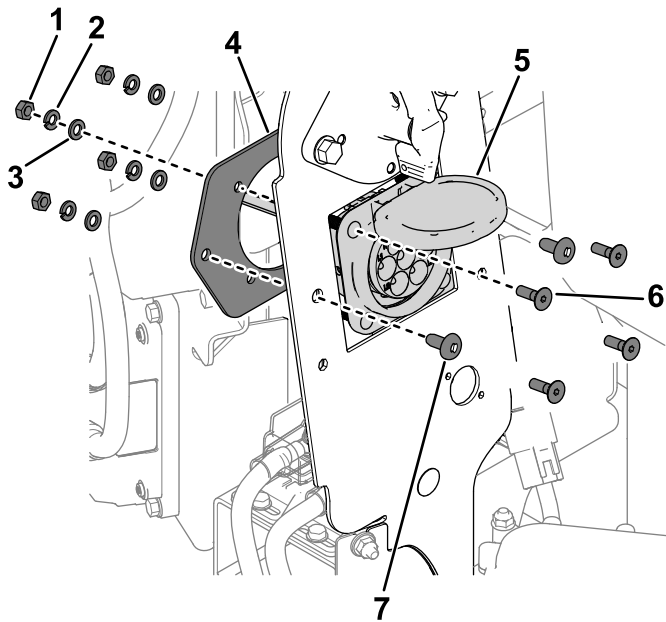

図 3
1. ネジ2本 (5/16") とチャージャコネクタの既存ネジ、ワッシャー、ナットを使って、コネクタとコネクタプレートをフレームパネルに固定する (図 3)。